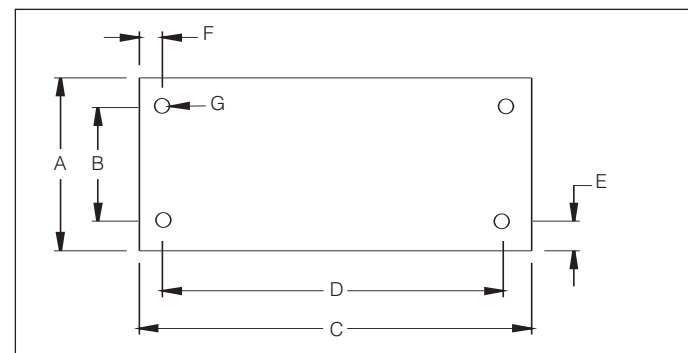

Figuur 2, installatie ZU4 ontluchter
4.1 Ontluchttingsdop reservoir (zie figuur 2)